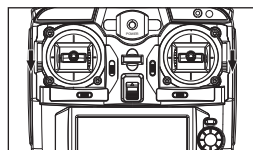

图2
2. 当遥控器两侧的油门模式切换键同时推倒“L”处时,为左手油门模式。(如图2)